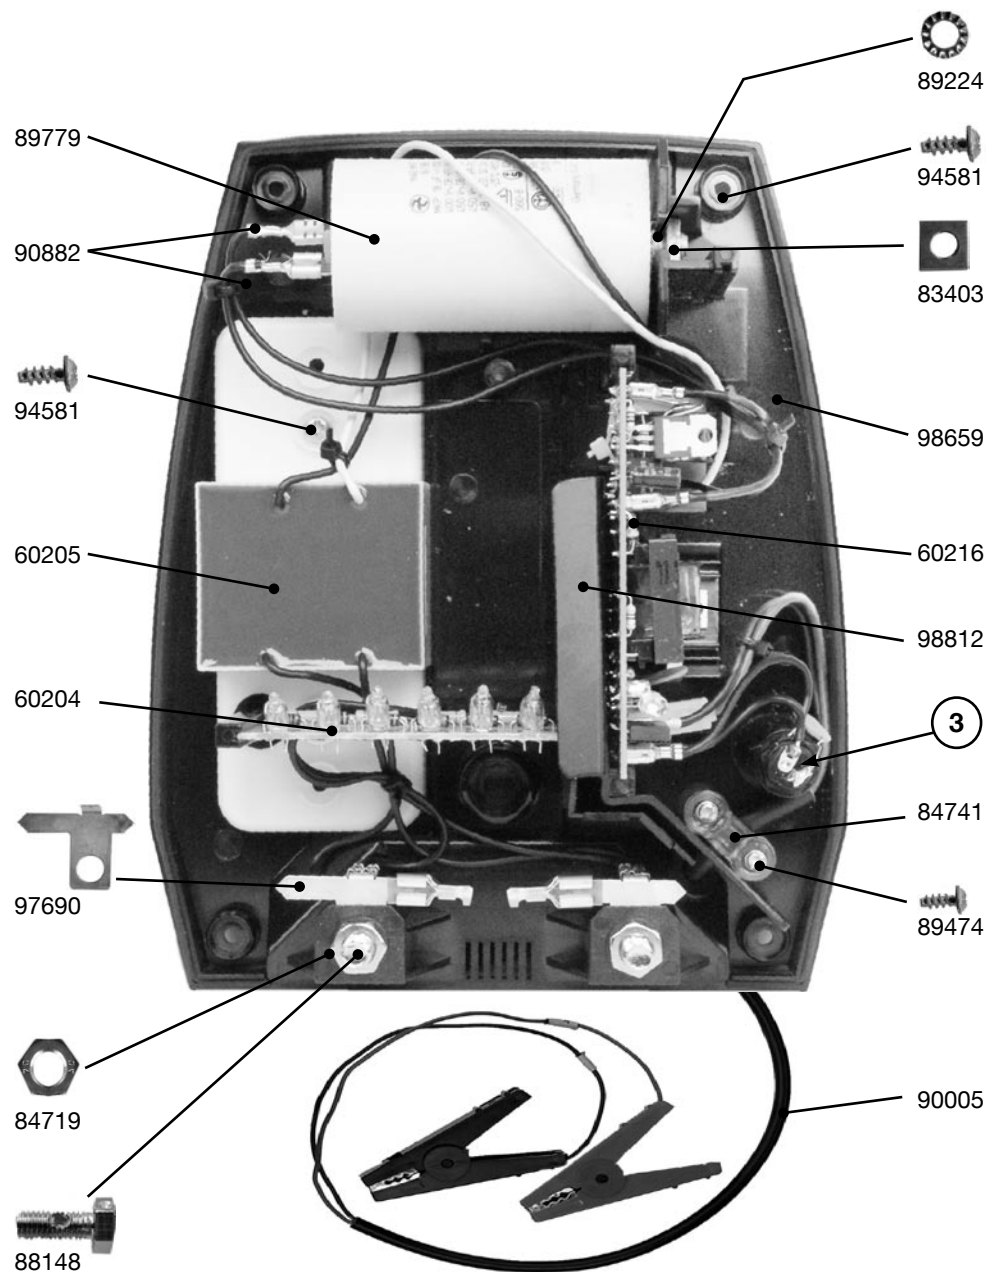
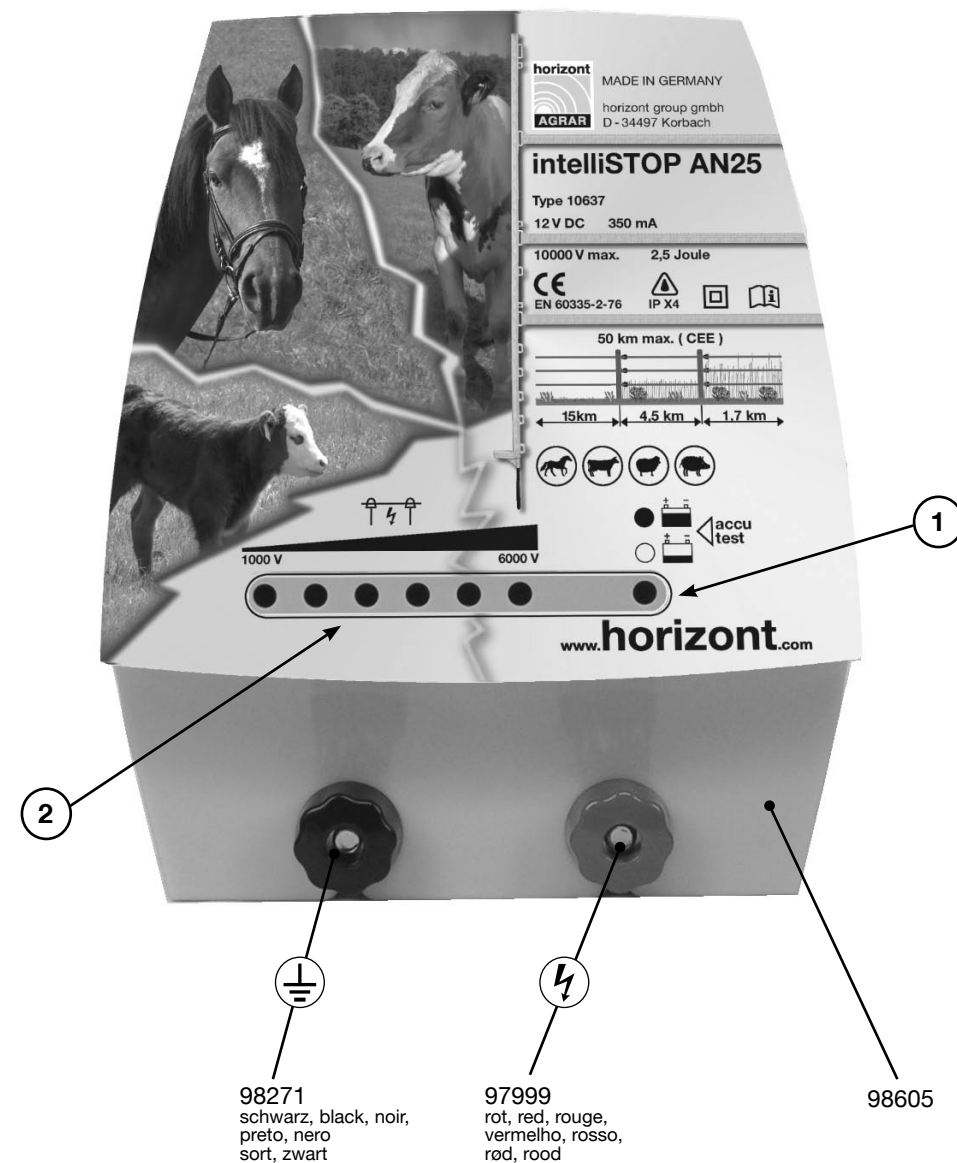

Fig. 2 Ersatzteile / Spare parts / Pièces détachées / Peças / Pezzi di ricambio
Fig. 3
Das Gerät kann wahlweise an einer Wand oder einem soliden Pfahl montiert werden. Der Erdungsstab (Längsstab) muss an einer feuchten Stelle möglichst tief in den Boden eingeschlagen und mit einem korrosionsfesten Draht mit der Erdklemme ($\perp$) des Gerätes verbunden werden. (Seite 4 / Fig. 3)
Inbetriebnahme (Fig. 2 + Fig. 3) :
Connect the fence connecting lead to the fence terminal () - page 4 / fig. 3
Operation (fig. 2 + fig. 3)
Raccorder le câble de raccordement de la clôture () - page 4 / fig. 3.
Mise en service et contrôle (fig. 2 + fig. 3) :
Les lampes témoin (2) clignotent au rythme des impulsions électriques (page 3 / fig. 2).
Ligue o cabo de ligação ao cercado ao terminal de cercado () – página 4 / fig. 3. O aparelho está protegido contra água apenas quando instalado de acordo com estas instalações. Proteja o aparelho da claridade solar brilhante. **Não coloque o aparelho em funcionamento quando colocado no solo.**
Seis lâmpadas de controlo (2) piscam na sequência dos impulsos – página 3 / fig. 2.